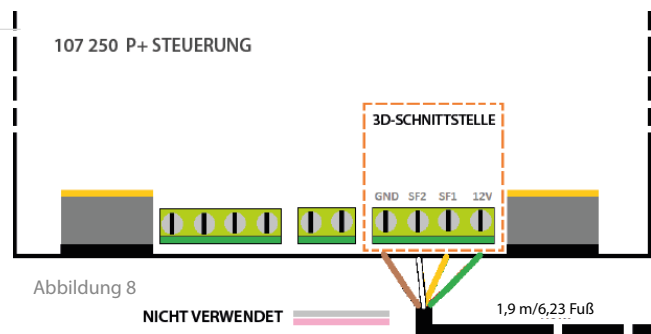

Abbildung 8
**5.1** Falls die Panachrome+ Steuerung bereits installiert ist, schließen Sie die Smart 3D Verarbeitungsbox mit dem mitgelieferten 1,9 m langen Kabel an (siehe Abbildung 8)).